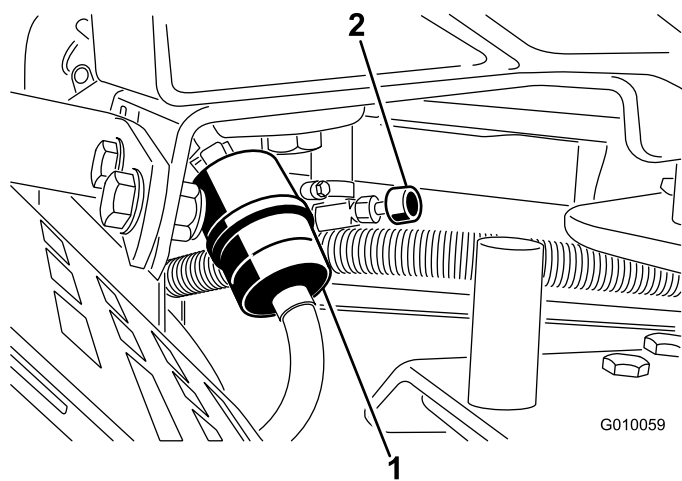

図 50
2. 燃料バルブを閉じる 図 50。
7. 燃料バルブを開く 図 50。
3. 燃料フィルタについているクランプをゆるめ、フィルタからはずす 図 50。
4. 燃料フィルタから燃料ホースを抜き取る 図 50。燃料バルブを開き、排出される燃料を適切な容器に受ける。
5. フィルタに燃料ホースをつなぎ、クランプで固定する(図 50)。
3. 古いフィルタのクランプをゆるめて脇に寄せる 図 50。
5. 新しいフィルタをホースに取り付け、クランプで固定する 図 50。